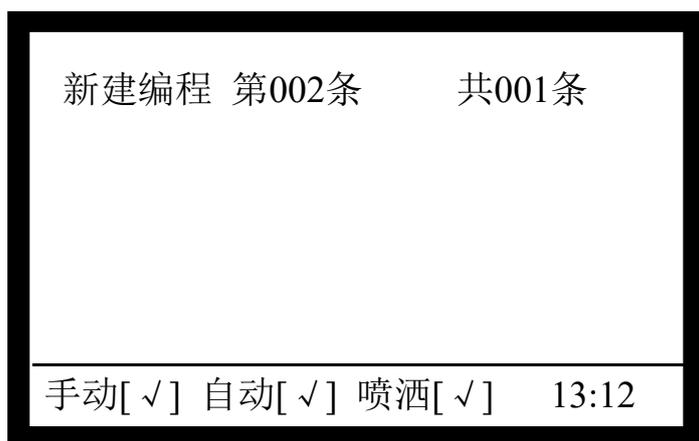

图 5-26
**“新建联动公式”**：系统自动分配公式序号（如图 5-26 所示），输入欲定义的联动公式并按“确认”键，则将联动公式存储；按“取消”退出。本系统设有联动公式语法检查功能，如果输入的联动公式正确，按“确认”键后，此条联动公式将存于存储区末端，此时屏幕显示与图 5-26 相同的画面，只是显示的公式序号自动加一；如果输入的联动公式存在语法错误，按“确认”键后，液晶屏将提示操作失败（如图 4-15），等待重新编辑，且光标指向第一个有错误的位置。